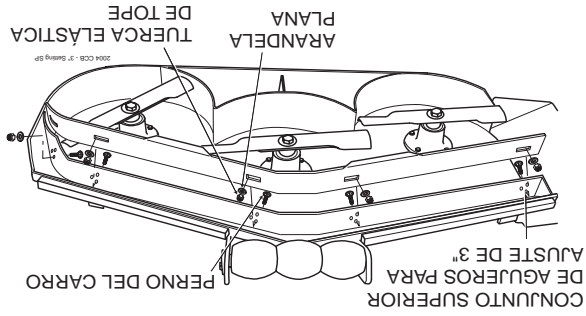

Figura 10. Posición del deflector de corte personalizado de 3"
A. Posición 3" - el deflector se instala usando el conjunto superior de agujeros en el deflector frontal soldado dentro de la plataforma de corte. (Vea la Figura 10). Las plataformas de corte Velocity-Plus y Advantage entregarán la mejor calidad de corte en césped muy alto, tieso y difícil de cortar.